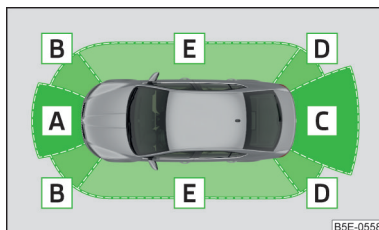

Fig. 149
În funcție de dotare, pot exista următoarele variante de sistem » fig. 149.
În regimul de tractare, respectiv în cazul unui alt accesoriu conectat la priza remorci sunt active numai zonele și » fig. 149 ale sistemului.
- Afișarea de pe afișaj poate fi întreruptă prin acționarea tastei simbol **P** » fig. 149 la pagina 141.